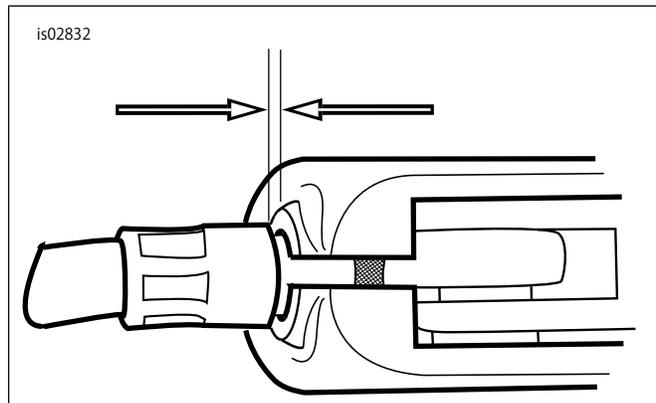

図2。1.6-3.2mm (1/16-1/8 in.) クラッチケーブルの遊び
- e. 「図2」を参照してください。ハンドレバーの余裕がなくなるまでケーブルアジャスターをジャムナットから遠ざけます。クラッチケーブルのケーブルエンドをクラッチレバーブラケットから引き離し、遊びをチェックします。ケーブルフェール先とクラッチレバーブラケットの間に1.6-3.2mm(0.625-0.125in.)の遊びができるまで、ケーブルアジャスターを回します。